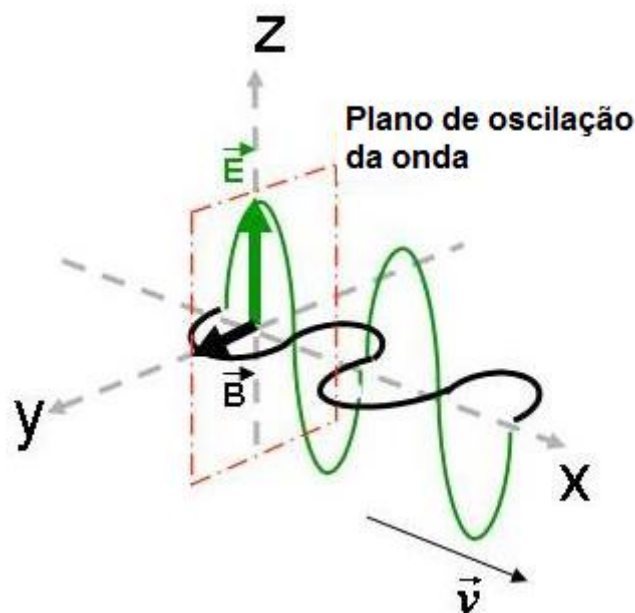

Figura 7 – Onda eletromagnética
- Ondas eletromagnéticas consistem de campo elétrico (E) e campo magnético (H).
- Onda eletromagnética é uma combinação de um campo elétrico e um campo magnético, onde esses campos se propagam em uma mesma direção, porém em planos ortogonais. É de conhecimento que uma variação no campo magnético induz um campo elétrico e vice-versa, portanto numa onda eletromagnética o campo elétrico é gerado pelo campo magnético que por sua vez é gerado pelo campo elétrico, ambos se nutrindo num arranjo perfeito, veja a figura 7.
são perpendiculares um ao outro e também à direção de propagação da onda que se desloca com velocidade v . Isso nos permite classificar a onda eletromagnética como onda transversal. A figura 7 mostra a disposição dos campos elétricos e magnéticos de uma onda eletromagnética, e a direção e o sentido de sua propagação.